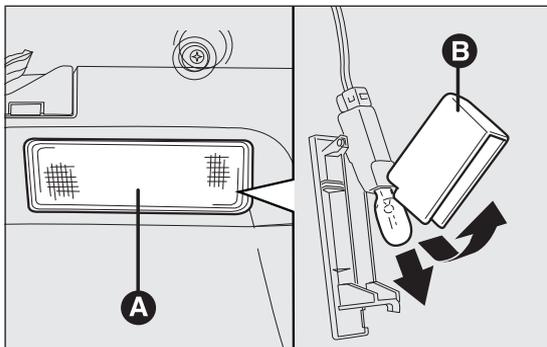

fig. 156
- enlever le plafonnier A fig. 156 en faisant levier sur le point indiqué par la flèche.